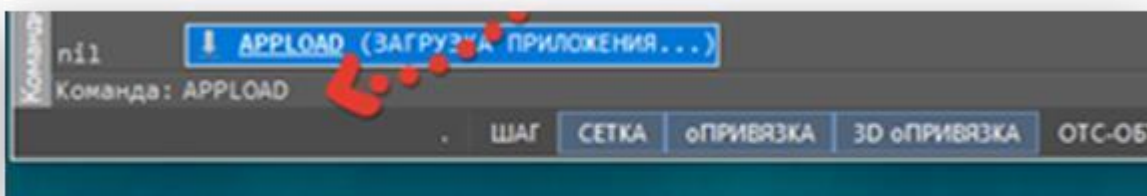

Рис. 3.3. Командная строка **NanoCAD**
3.3. В командной строке введите **APPLOAD** (рис. 3.3)